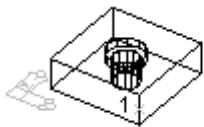
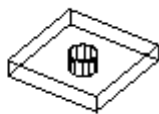

图 16-39 用于 XOY 平面平行的平面作为剖切面
图 16-40 用于 YOZ 平面平行的平面作为剖切面
(6) XY/YZ/ZX。表示分别用与当前 UCS 的 XOY、YOZ、ZOX 平面平行的平面作为剖切面。如图 16-39 所示的以与 XOY 平面平行的平面作为剖切面，如图 16-40 所示的以与 YOZ 平面平行的平面作为剖切面，如图 16-41 所示的以与 ZOX 平面平行的平面作为剖切面。